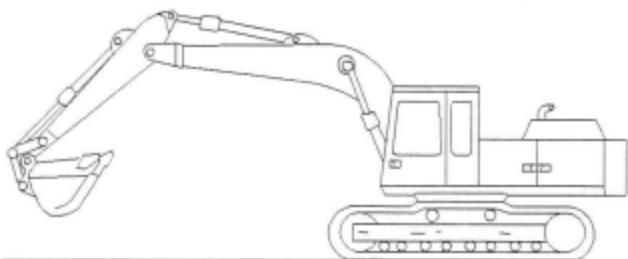

Рис. 15
1. Установите машину на ровной горизонтальной поверхности. Смотрите рисунок 15.